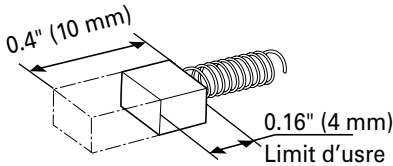

Fig. 39
- Contrôle des balais en carbone (Fig. 39)